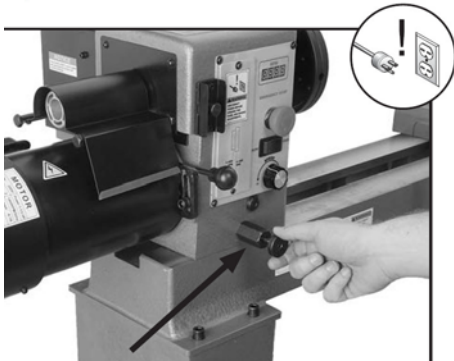

Abb. 19: Schwenken des Spindelstocks
Schritt 3: Schwenkbolzen (Abb.19) herausziehen und den Spindelstock in die gewünschte Position drehen.
Schritt 4: Schwenkbolzen (Abb.19) loslassen um den Spindelstock zu arretieren. Sicherstellen, dass der Bolzen in den Spindelstock einrastet.